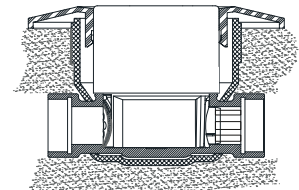

Abb. 9
- 7.15. Bei Unterputzinstallation Rosette aus Verpackung entnehmen und, sofern durch große Einbautiefe erforderlich, mit ein bis drei Verlängerungshülsen aufstecken. Für Einbautiefen unter 25 mm muss eine spezielle Rosette bestellt werden. Rosette (ggf. mit Verlängerungshülsen) auf die Zählwerkshaube bis zum Anschlag an der Wand schieben (Abb. 9).